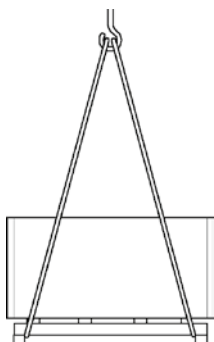

Abb. 13
1. Seile, Gurte oder Mehrpunktgehänge entsprechend Abb. 13 an der Palette anschlagen.